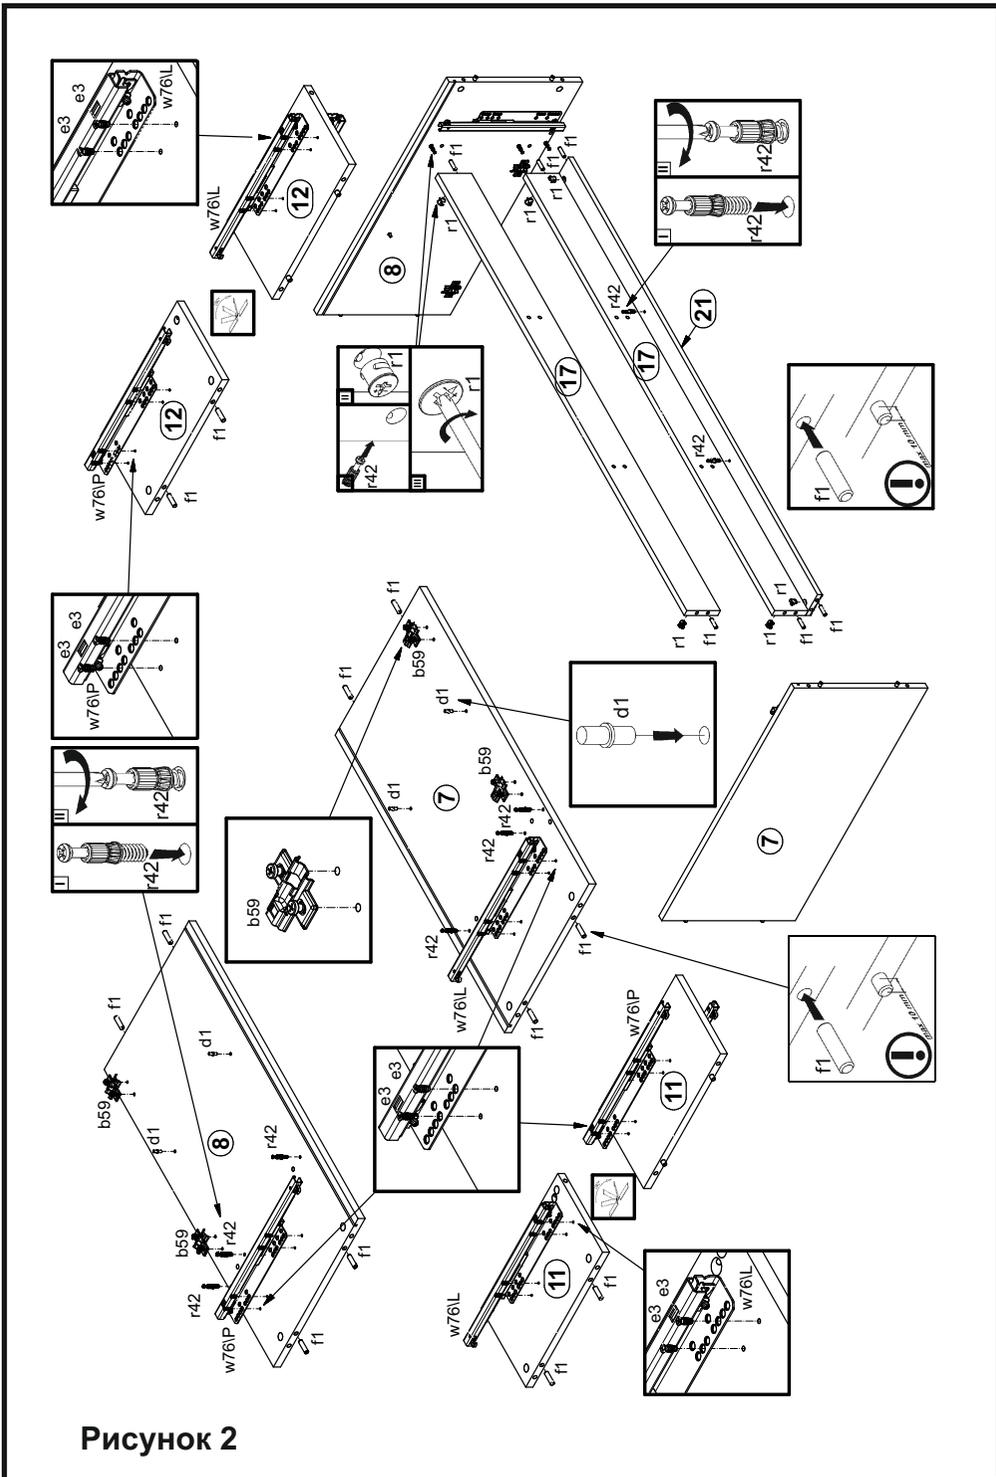
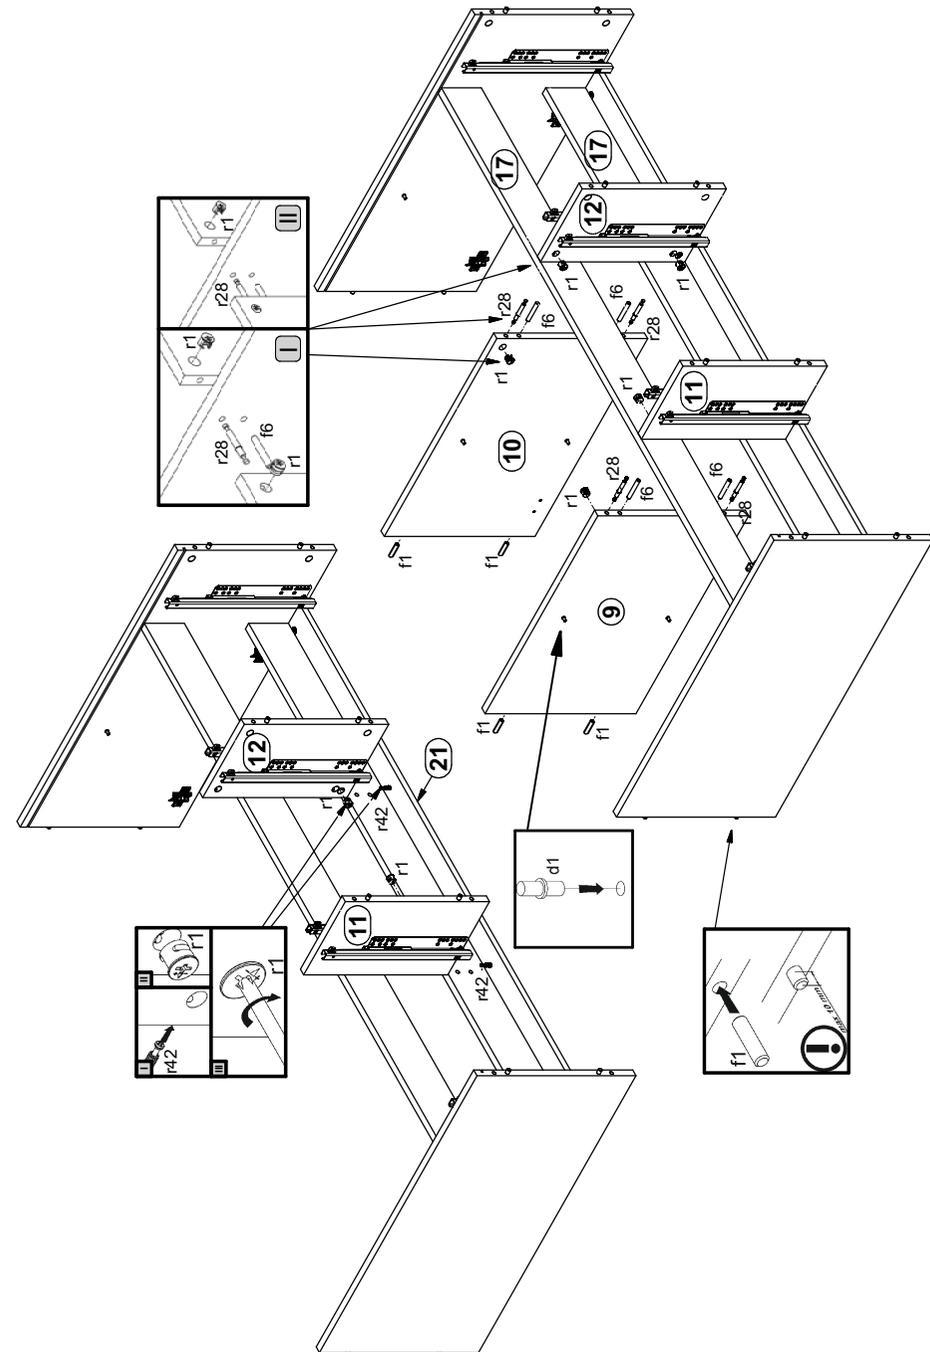
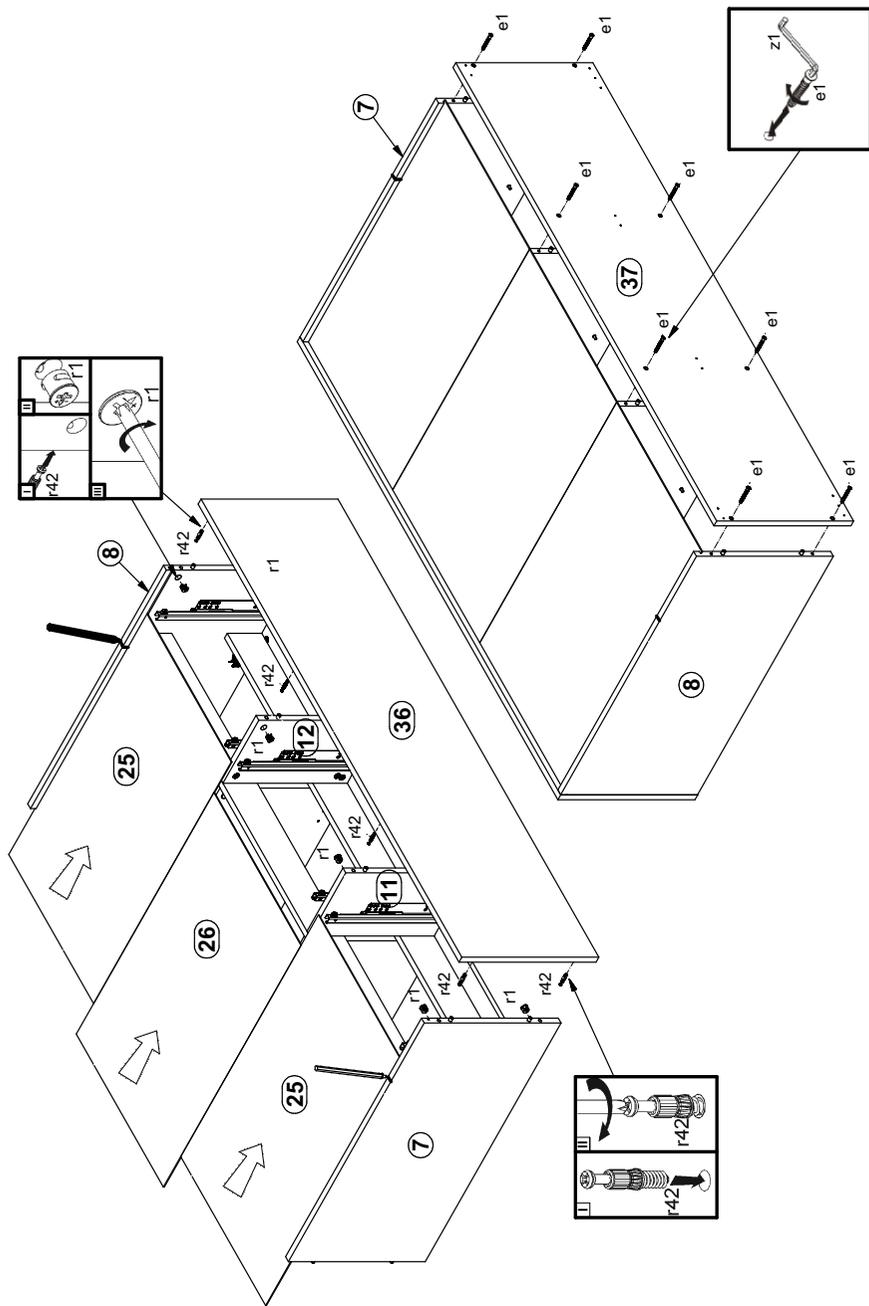

Рисунок 2
Рисунок 3
Рисунок 4
2. В отверстия $\varnothing 8$ мм на верхних и нижних кромках стенок боковых 7, 8 (см. рис. 2), на верхних кромках стенок средних 11,12 (см. рис. 2), на боковых кромках цоколей 17, планки декоративной 21 (см. рис. 2), на нижних кромках стенок средних 9, 10 (см. рис. 3) вбить деревянные шканты f1.
2. В отверстия $\varnothing 8$ мм на верхних кромках стенок средних 9, 10 (см. рис. 3) вбить деревянные шканты f6.
3. В отверстия $\varnothing 5$ мм на внутренних поверхностях стенок 7, 8 закрепить ответные планки петли b59 (см.рис. 2).
5. В отверстия $\varnothing 5$ мм на внутренних поверхностях стенок 7, 8, 11,12 закрепить направляющие w76lP и w76lL еврошурупами e3 (см.рис. 2).
7. В отверстия $\varnothing 5$ мм на внутренних поверхностях стенок 7, 8 (см. рис. 2), стенку 9, 10 (см. рис. 3), установить полкодержатели d1
8. В отверстия $\varnothing 5$ мм на внутренних поверхностях стенок 7, 8 (см. рис. 2), на нижней поверхности щита 36 (см. рис. 4) вкрутить винты стяжки r42.
9. В отверстия $\varnothing 15$ мм на нижних поверхностях цоколей 17 (см. рис. 2), на задней поверхности планки 21 (см.рис. 2), на боковых поверхностях стенок 7, 8 (см. рис. 4) вставить стяжки эксцентрикковые r1.
10. Соединить детали 7, 8, 17, 21 и затянуть стяжки эксцентрикковые r1, пользуясь отверткой (см. рис. 2). Стяжки эксцентрикковые r1 закрыть заглушками s2.
11. Присоединить стенки 11,12 к планке 21 и затянуть стяжки эксцентрикковые r1, пользуясь отверткой (см. рис. 3). Стяжки эксцентрикковые r1 закрыть заглушками s2.
12. Соединить детали 9,10,11,12 с помощью шкантов f6 и затянуть стяжки эксцентрикковые r1, пользуясь отверткой (см. рис. 3).
13. В пазы деталей 7, 8, 36 вставить стенки задние 25, 26 (см. рис. 4).
14. Присоединить щит 37 к стенкам 7, 8, 9, 10 затянуть конформаты e1, пользуясь ключом z1 (см. рис. 4).